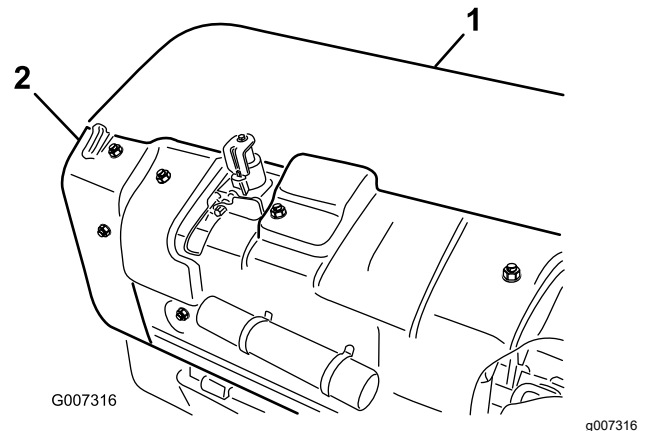

图 36
1. 拆下打孔头后盖图 36。
2. 拆下皮带轮护罩的安装螺栓取下护罩图 36。